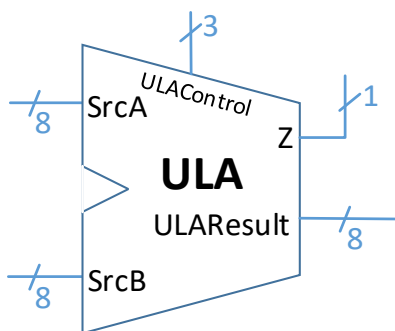

Figura 1 – Módulo ULA.
1. Faça a descrição de hardware de um módulo, denominado ULA, que realize 6 operações lógicas/aritméticas conforme a Tabela 1. As entradas e saídas do módulo são ilustradas na Figura 1, usando a linguagem Verilog.